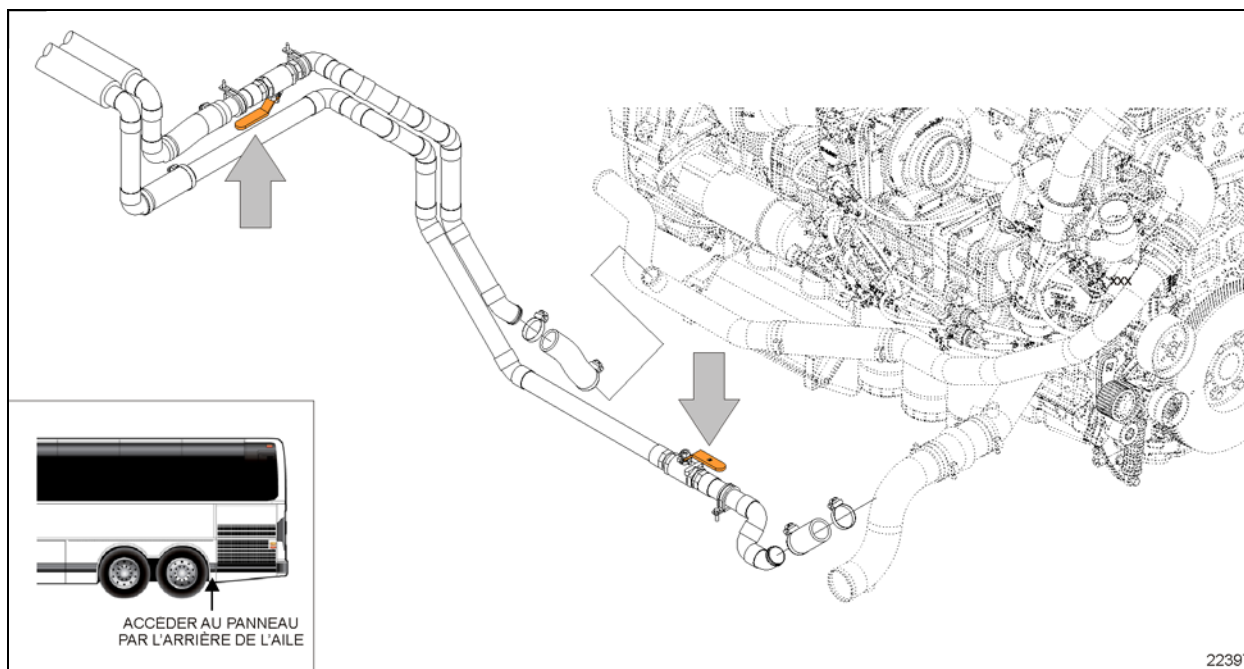
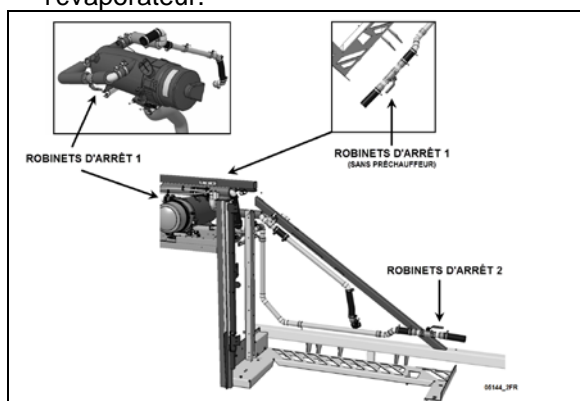

FIGURE 75 ROBINETS D'ARRÊT DE LA LIGNE DE CHAUFFAGE DE LA SÉRIE X (DISPOSITION DE TUYAUTERIE DE TRANSMISSION ALLISON ILLUSTRÉE)
FIGURE 76: ROBINET D'ARRÊT DE LA CONDUITE DE CHAUFFAGE DE LA SÉRIE H3
3. Fermer les soupapes d'arrêt des conduits d'eau chaude situées près du moteur du côté rue (voir Figure 75 ou Figure 76).
2. Fermer les deux soupapes d'arrêt de la canalisation de chauffage. (Figure 75 or Figure 76). L'une se trouve dans le compartiment moteur, côté route, en bas, près du radiateur, tandis que l'autre se trouve derrière l'aile articulée arrière gauche, près du préchauffage.